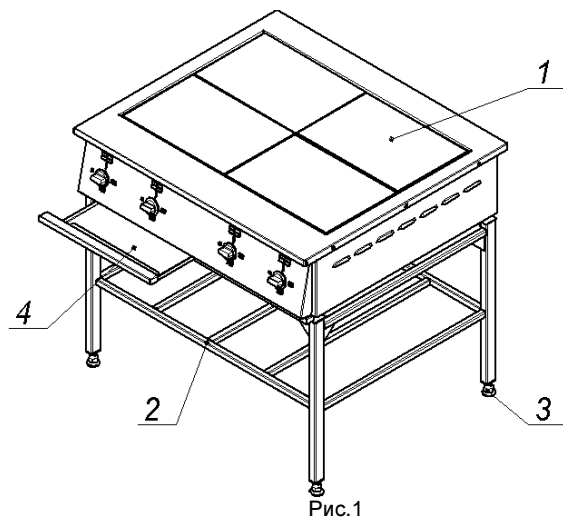
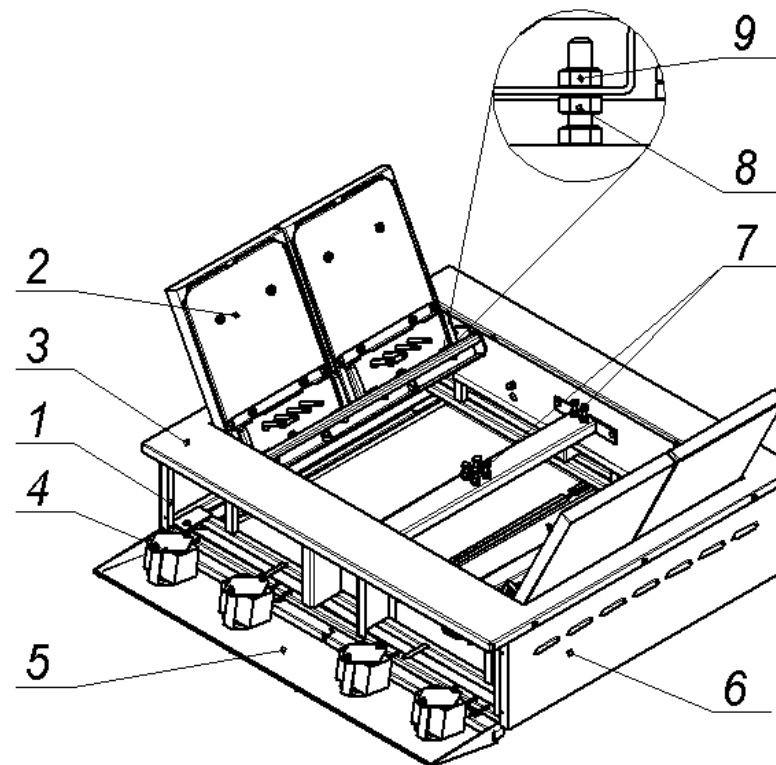

Рис.1
Рис. 2
4.3 Собственно плита (рис.2) установлена на каркасную раму (рис.1, поз.2) и состоит из каркаса (поз.1), с закреплёнными на нём 4-мя конфорками (поз.2), столом (поз.3), облицовочными (поз.6) и приборной панелью (поз.5).
4.3.3 Для обслуживания и санитарной уборки, плита оборудована (см. рис.1) выдвижными поддонами (поз.5), так же обеспечен (см. рис.2) свободный доступ к внутренним поверхностям плиты:
- эксплуатировать плиту без выдвижных поддонов (рис.1, поз.4);
7.2 Установите рукоятки переключателей мощности конфорок (рис.2, поз.4) в положения I, II или III (должны загореться сигнальные лампы) в зависимости от требований технологии тепловой обработки продуктов.